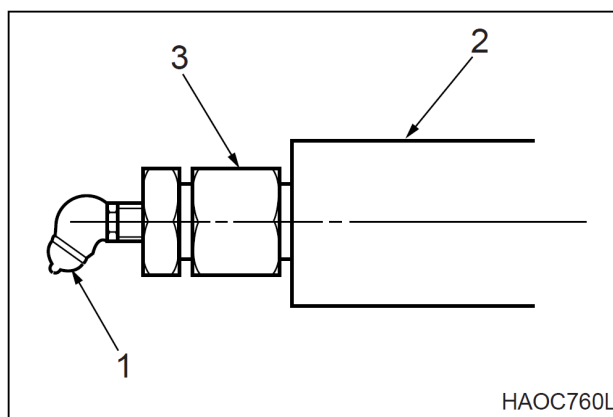

Рис. 3
5. Регулирование натяжения гусеницы выполняется через масленку (1, рис. 3) в середине каждой боковой рамы. Добавить смазку, чтобы увеличить длину регулировочного цилиндра (2). Чем длиннее регулировочный цилиндр, тем больше давление на пружине натяжения, толкающей ведущее колесо гусеницы наружу.
6. Если нет достаточного провисания или зазора гусеничной ленты и регулирование выполнено слишком туго, натяжное колесо и регулировочный цилиндр могут сместиться назад, в результате чего вытечет смазка через отверстие в регулировочном цилиндре (2, рис. 3).